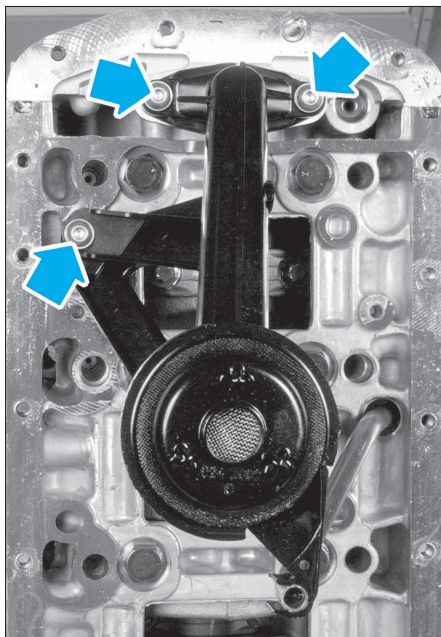

FIG. 27
- les vis de fixation de la crépine (Fig.27).